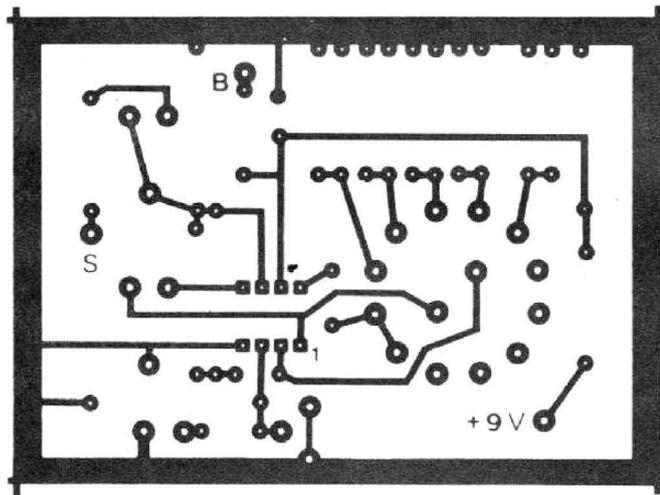

Fig. 4. - C.I. de l'adaptateur.
2. Le circuit imprimé (voir fig. 4)